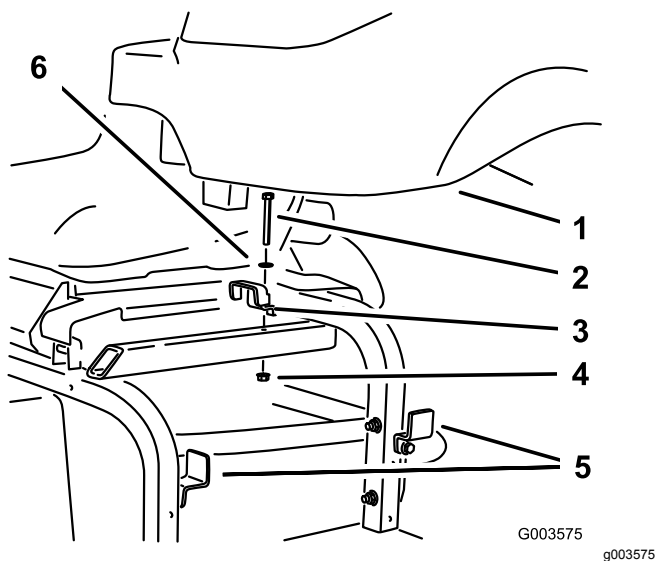

Figura 24
- Montate il serbatoio idraulico sul telaio e fissatelo con le 3 staffe rimosse in precedenza e allentate (Figura 24).